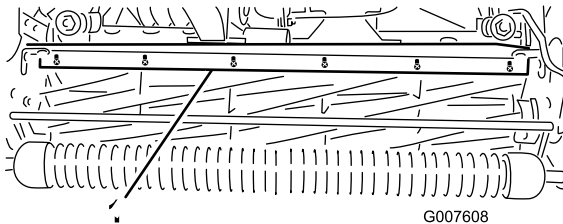

Figura 56
1. Afloje los tornillos que sujetan la barra superior (Figura 56) a la unidad de corte.